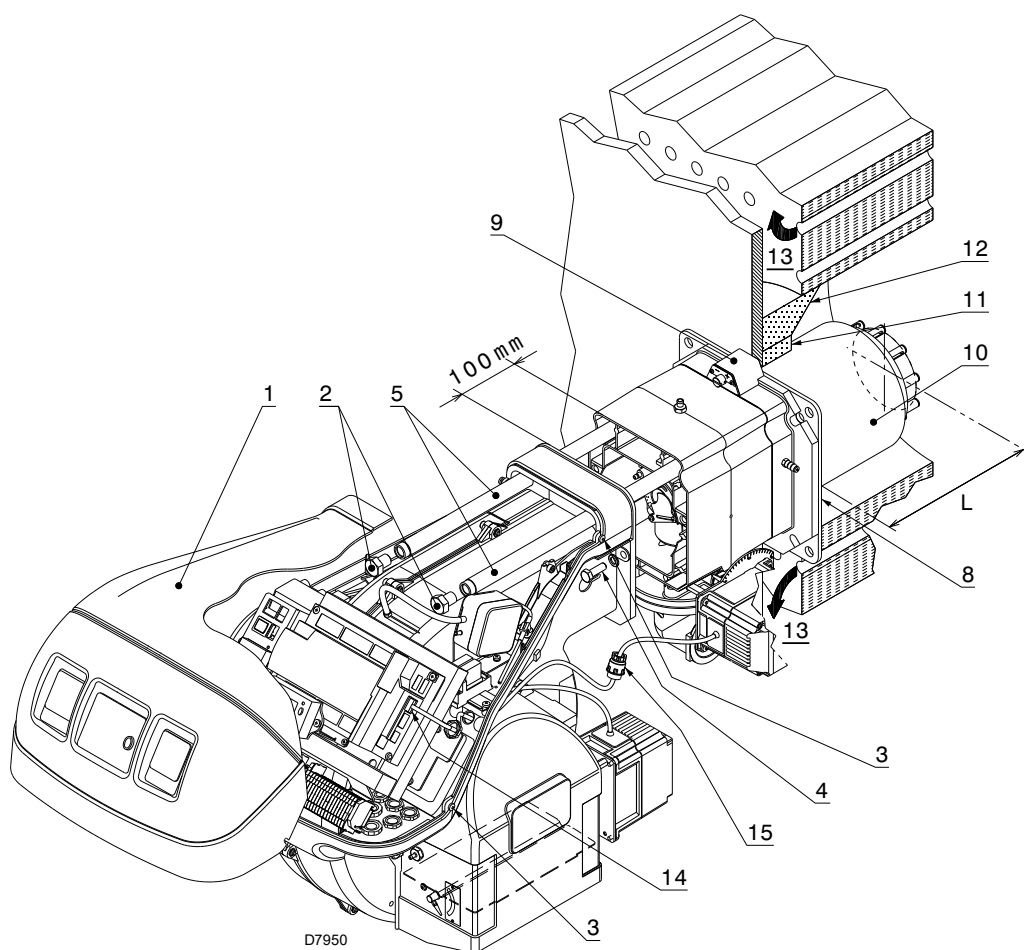

Fig. 16
Pour les chaudières avec circulation de fumées sur l'avant 13)(Fig. 16 à la page 23), réaliser une protection en matériau réfractaire 11), entre réfractaire chaudière 12) et buse 10).
Supprimer ensuite la tête de combustion du reste du brûleur, comme dans la Fig. 16; procéder comme suit:
- remonter le brûleur sur les glissières 3) à 100 mm environ du manchon 4) - brûleur dans la position illustrée dans la Fig. 16 à la page 23;
- brancher la fiche du servomoteur 14)(Fig. 16) edet visser le passe-câble 15);